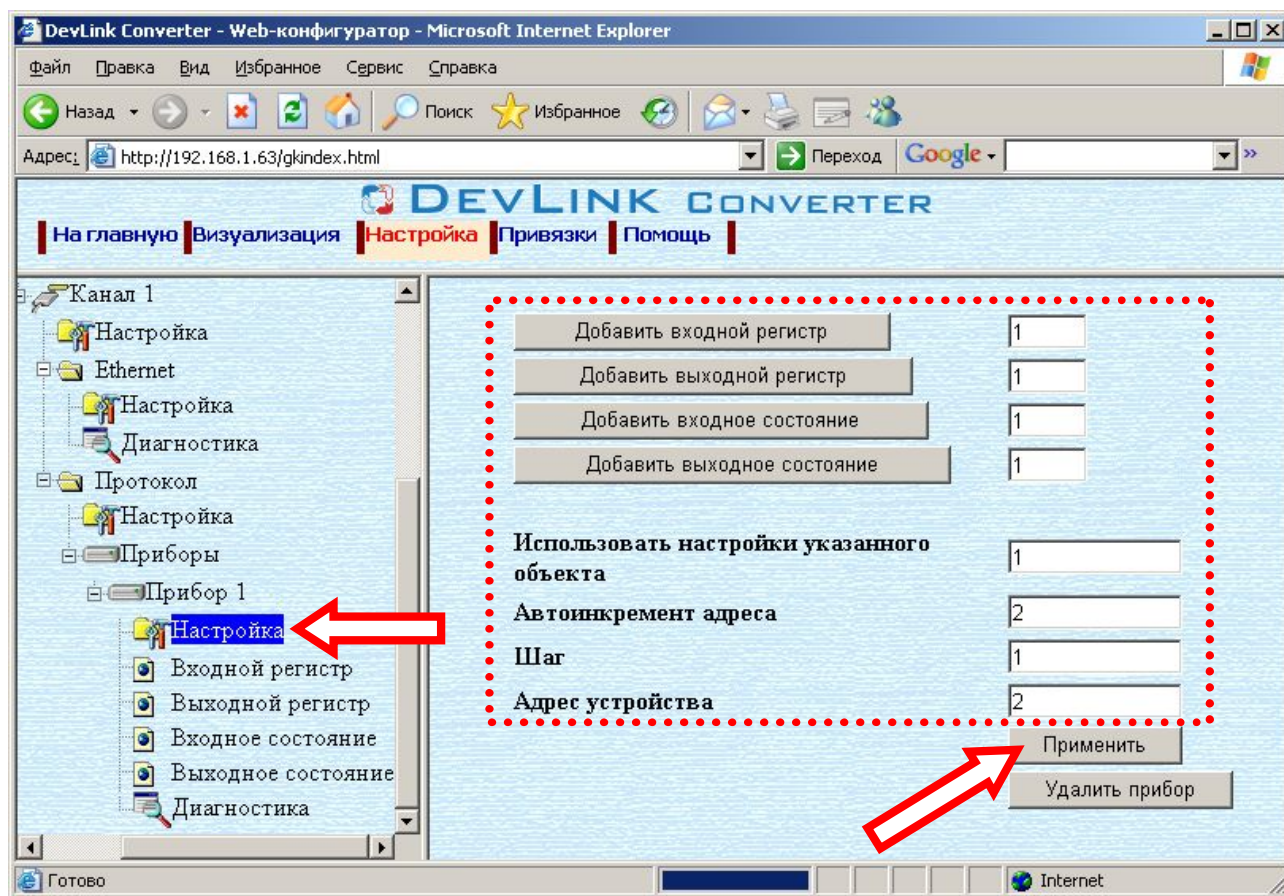

Рисунок 3.7 – Добавление регистров
- Выберите в дереве прибора *папку «Настройка»* (рисунок 3.7).